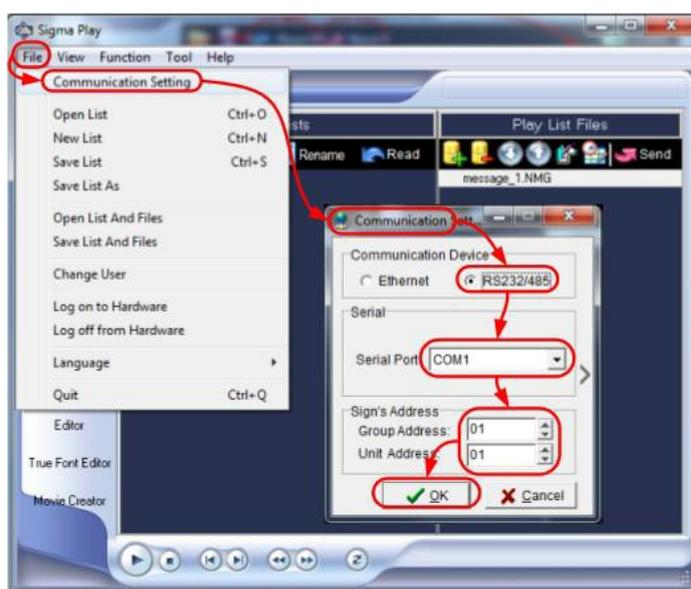

Рисунок 10. Подключение к контроллеру
2.6.8 Для настройки способа подключения программы (Рисунок 10) к контроллеру ЗПИ необходимо